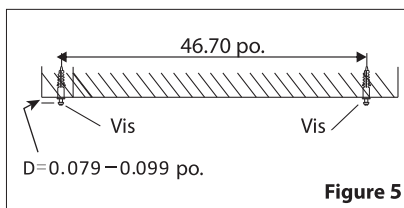

Figure 5
1. Install provided screws directly onto mounting surface. Spacing between screws should be 46.70 inches. Gap (D) should be .079-.099 inches. For concrete/drywall surfaces, wall anchors are required. Drill two holes (use a 1/4 inch drill bit) for provided wall anchors then use provided screws (See Figure 5).
1. Installez les vis fournies directement sur la surface de montage. L'espacement entre les vis doit être de 46,70 pouces. L'écart (D) doit être de 0,079 à 0,099 pouces. Pour les surfaces en béton / cloisons sèches, des ancrages muraux sont requis. Percez deux trous (utilisez une mèche de 1/4 de pouce) pour les ancrages muraux fournis, puis utilisez les vis fournies (voir la figure 5).